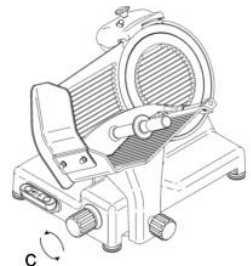

Abb. 20
- die Öffnung der Schnittstärkeneinstellplatte mit dem Schnittstärkenregler überprüfen, indem Sie diesen im Uhrzeigersinn oder gegen den Uhrzeigersinn drehen (c, Abb. 20);